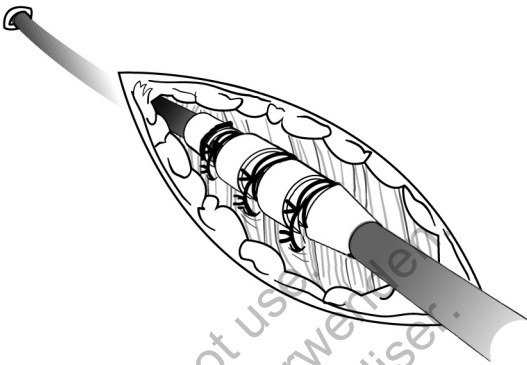

Abbildung 11. Beispiel einer Nahtmanschette, perkutane Implantationstechnik
1. Ziehen Sie die Hülle des Einführbestecks ab, und schieben Sie die distale Nahtmanschette tief in das Gewebe hinein (Abbildung 11 auf Seite 32).